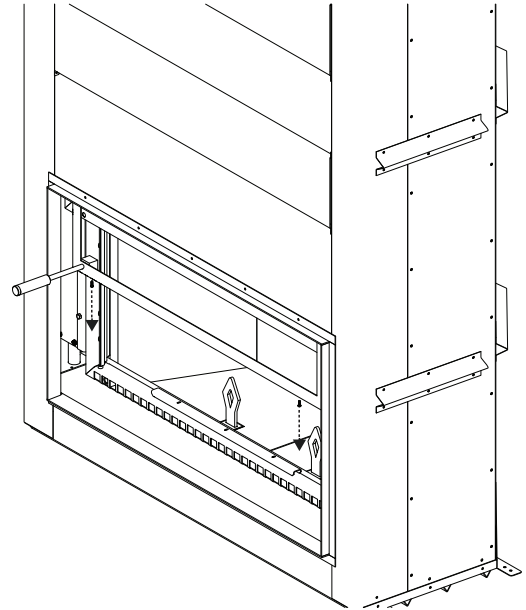

FIG 1:
- Dévissez les dispositifs de retenue supérieurs et inférieurs à l'intérieur du cadre de porte. **(FIG.1)**
- A. Insérez la poignée et soulevez légèrement l'écran pour pouvoir retirer les 2 vis sur le fond à l'intérieur du cadre de l'écran **(FIG. 1)**
ARRIÈRE DE L'APPAREIL FIG.1
- A. Retirez les vis des supports et enlevez le panneau arrière (1) de la chambre de combustion en le faisant glisser. Répétez pour les deux panneaux latéraux (2, 3). **(FIG.1)**